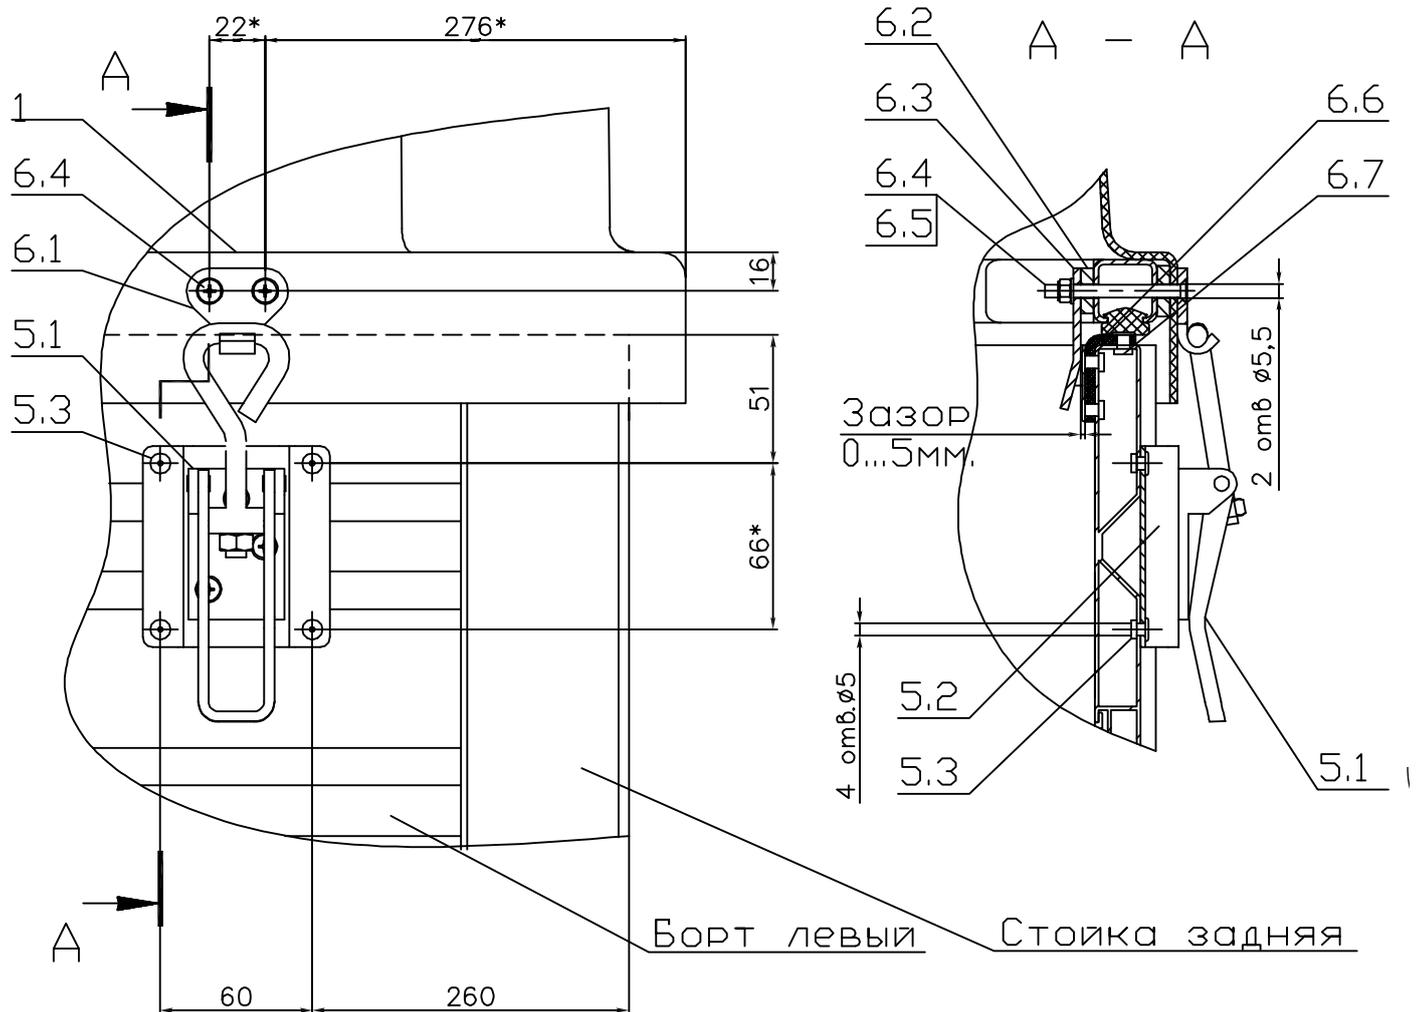

Рисунок 3.
15. В подготовленные отверстия, в задней части крышки установить в соответствующем порядке (рис. 3, сечение А-А) винты 6.4, крючок 6.1, проставочную пластину 6.2 и ловушку 6.3. Для обеспечения зазора 0...5мм. между ловушкой 6.3 и бортом прицепа разрешается пункт 16 собирать без проставочной пластины 6.2.
19. Просверлить отверстия  $\text{Ø}5.5\text{мм}$  под замки 5, используя подставку замка 5.2 как шаблон (рис. 3).